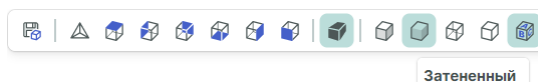

Рис. 123 Встроенная панель 3D вида платы
- «Встроенная панель инструментов» – настройки включения/выключения отображения встроенной панели инструментов и выбор расположения данной панели в окне редактора. Внешний вид встроенной панели 3D вида платы представлен на Рис. 123.